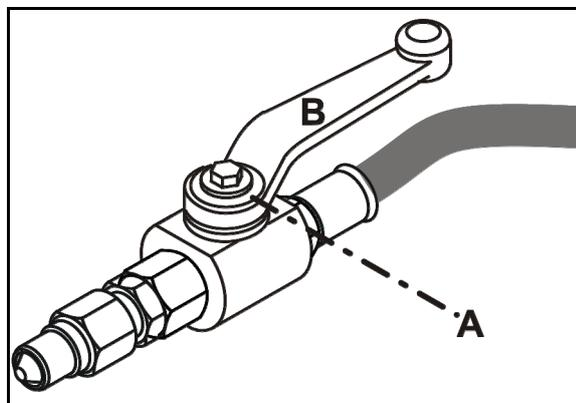

Fig. 54
Absperrhahn am Hydraulikschlauch (Fig. 54):
2. Bodenrad mit Kette (Fig. 54/2) und Klappstecker (Fig. 54/3) sichern.